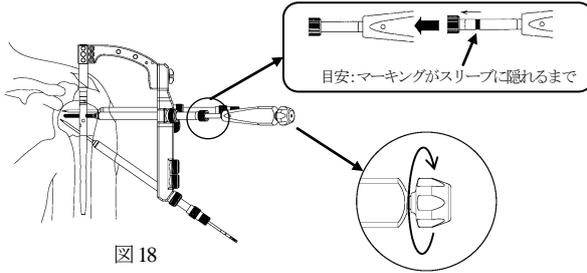

図 18
- 19) キャンセラス SW ドライバー（ホールド型）に選択した長さの 4.5 キャンセラススクリューを組み付け、グリップ後端の中軸つまみをねじ込み固定し、スクリューを挿入します。（図 18）